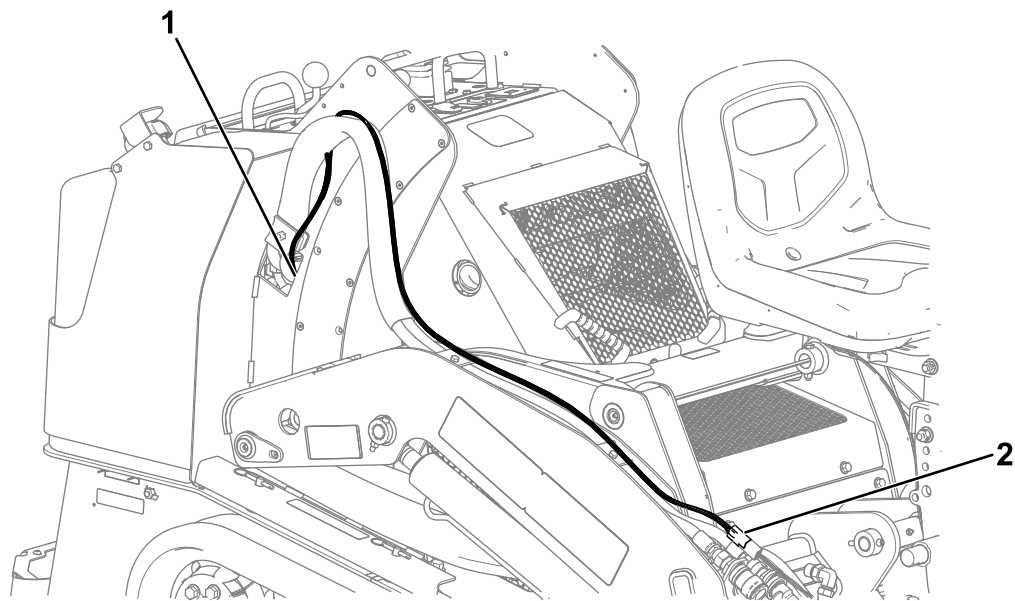

Bild 5
1. Stecken Sie den Kabelbaumstecker des Anbaukits in den Stecker des elektrischen Kabelbaums des Baggers (Bild 5).
2. Verlegen Sie den elektrischen Kabelbaum des Anbaukits entlang der Hydraulikschläuche wie in Bild 5 dargestellt.
3. Verlegen Sie den Kabelbaum durch die Zugangsöffnung für den Hydraulikschlauch in die Unterseite des Bedienfelds (Bild 5).